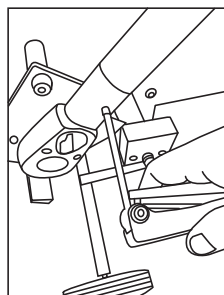

Fig. 3
- Después de la instalación de la zapata de plegado (1) quite el asa de plegado de la ubicación segura de la estación de trabajo BENDstation™ o de la plataforma de plegado BENDdolly™ e instálela en el trinquete o en el receptor del asa. Alinee el orificio del asa de plegado con el orificio del trinquete o asa y ajuste con el tornillo Allen proporcionado (Fig. 3).